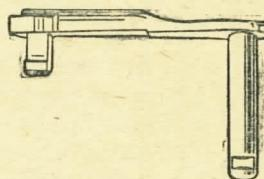

Рис. 59. Затворная задержка
**99. Затворная задержка** (рис. 59) служит для удержания затвора в отведенном положении при вставленном магазине без патронов и после израсходования при стрельбе последнего патрона